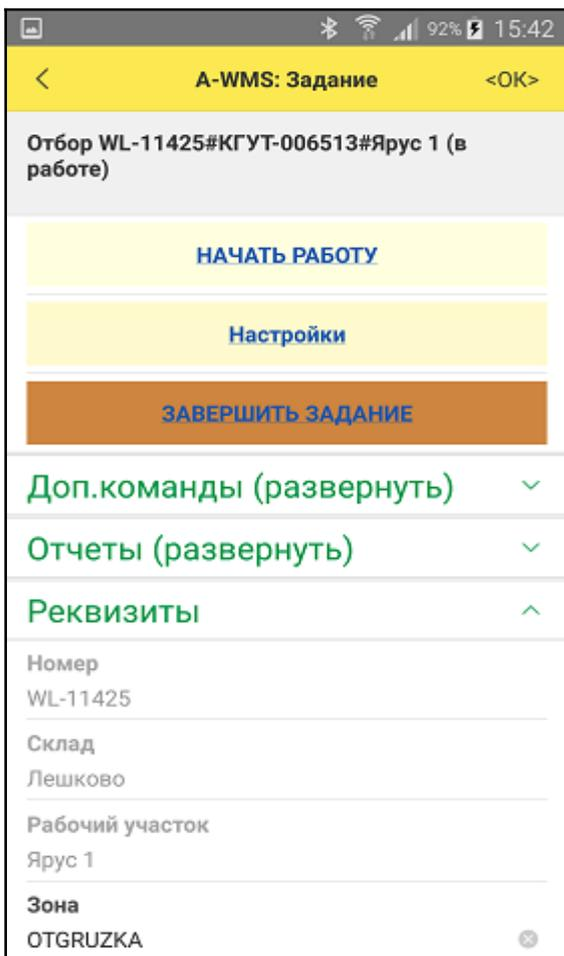

Рис. 4.5.1. Меню задания.
- "меню" - открывает меню задания (Рис. 4.5.1);
Функционал кнопок меню задания (Рис. 4.5.1):
По кнопке "Меню" из заголовка окна сканирования можно перейти в меню задания (Рис. 4.5.1), при этом процесс сканирования будет прерван, а незавершенный сценарий сброшен.